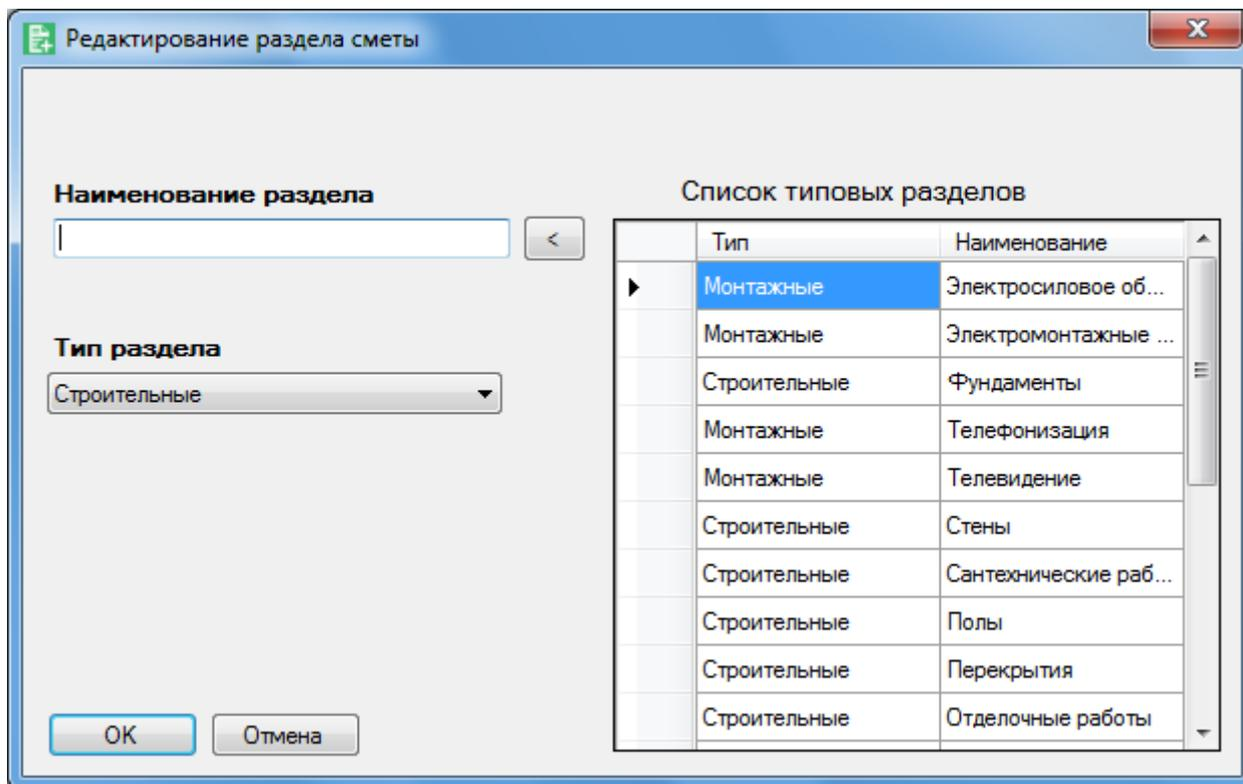

Рис. 4.12. Окно создания или редактирования разделов сметы
- **Вручную.** Щелкнуть мышью по кнопке **Создать раздел**  (на нижней панели инструментов). Открывается окно для создания нового раздела сметы (рис. 4.12).